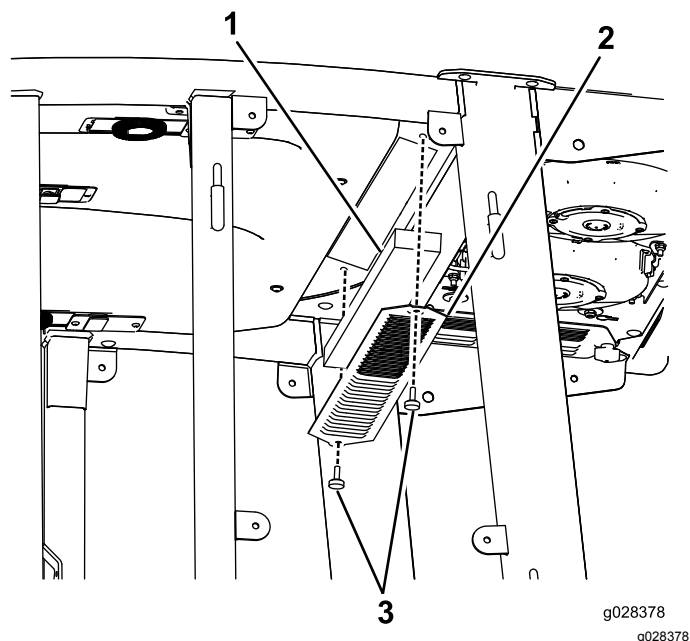
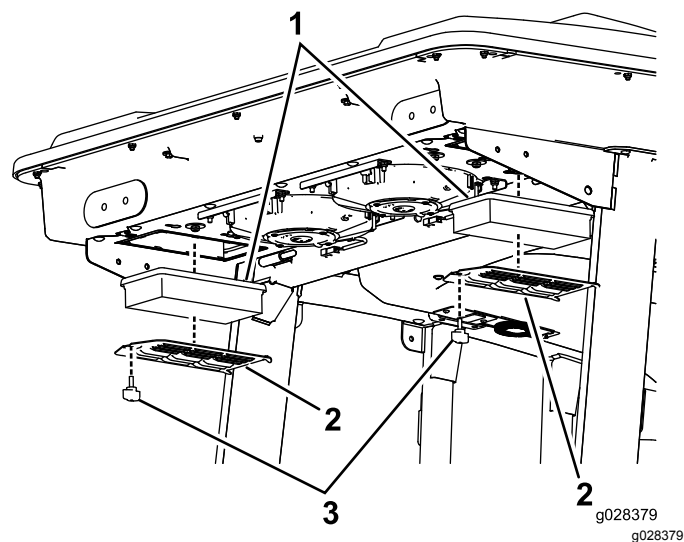
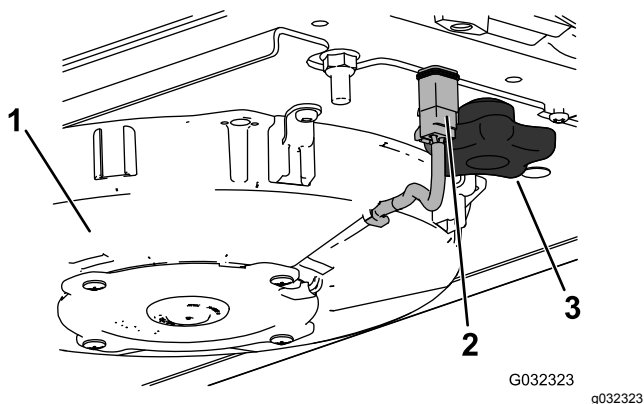
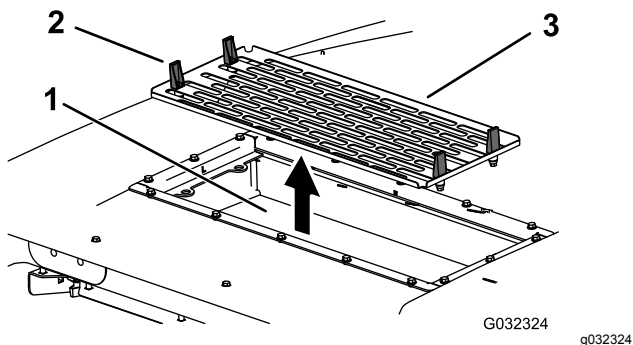

Figura 117
Figura 118
Figura 119
Figura 120
1. Rimuovete le viti e le griglie sia dal filtro dell'aria interno alla cabina, sia da quello sulla parte posteriore della cabina (Figura 117 e Figura 118).
- 5. Togliete i filtri dell'aria (vedere Figura 118).
- 7. Installate i filtri dell'aria, la griglia e il gruppo ventola (Figura 118, Figura 119 e Figura 120).
- 8. Collegate il filo per ciascuna ventola (Figura 119).